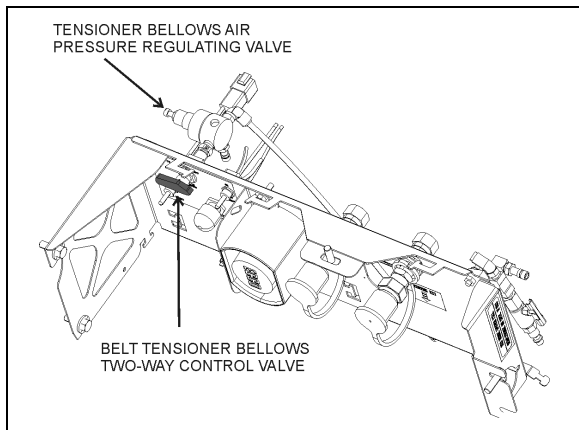

FIGURA 27: VÁLVULA DE CONTROL DE TENSOR DE BANDA - SERIE H
2. Para vehículos equipados con un 3er alternador, la tensión de la banda también se aplica a través del fuelle de aire (Figura 25). Gire la válvula de control de dos vías del tensor de banda en sentido contrario a las manecillas del reloj para liberar la presión del fuelle (Figura 27).
Para los vehículos de la serie H equipados con un 3er alternador, la tensión de la banda (Figura 25) también se aplica a través del fuelle neumático que se ajusta mediante la presión de la válvula reguladora de presión de aire (Figura 27). La presión correcta de 45 psi se establece en la fábrica. Verifique periódicamente la presión en la válvula reguladora con un manómetro y corrija si se requiere.
La tensión de la banda se aplica a través de fuelles neumáticos que se ajustan mediante una válvula reguladora de presión de aire (Figura 27). La presión correcta de 45 psi se establece en la fábrica. Verifique periódicamente la presión en la válvula reguladora con un manómetro y corrija si es necesario.